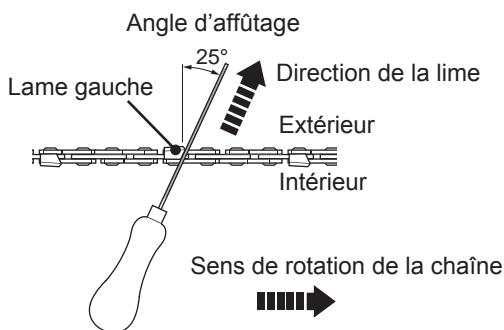

Fig.43
- > Limez perpendiculairement au guide-chaîne, selon un angle de 25° par rapport au sens de la marche (Fig.43).